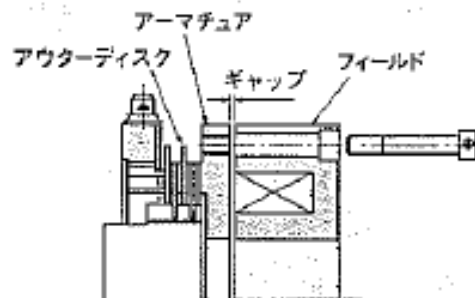
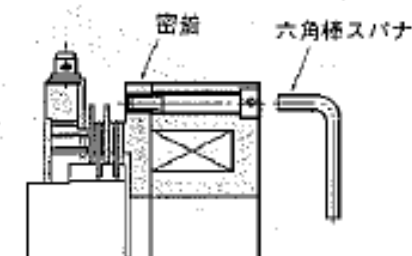

図 6
図 7
- ② アーマチュアにネジが切っておりますので、フィールドにボルトを通して六角棒スパナにてアーマチュアとフィールドとの間が密着するまでボルトを締め付けます。(弛め用の穴が2ヶ所ありますので、交互に締めてください。) 図6および図7を参照してください。